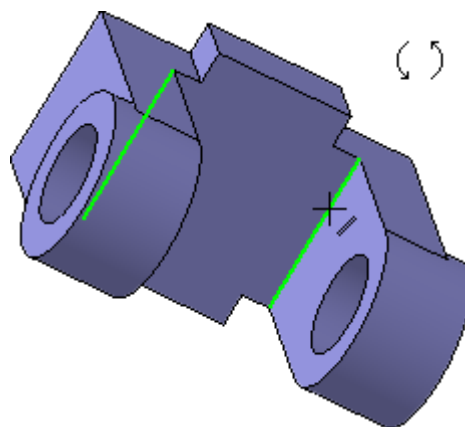

Рисунок 38.
- Укажите второе ребро (рис. 38).